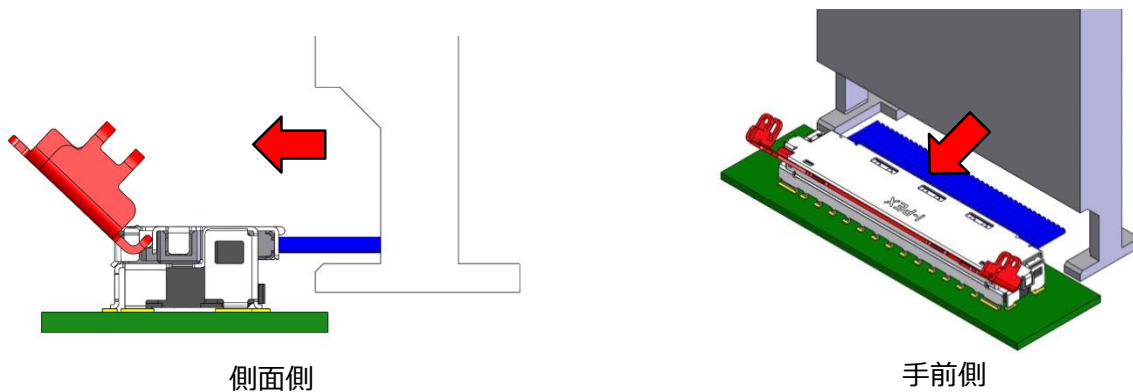

Fig.16
- ③ ケーブル側から治具を基板と平行にスライドさせてコネクタへセットします。(Fig.16)